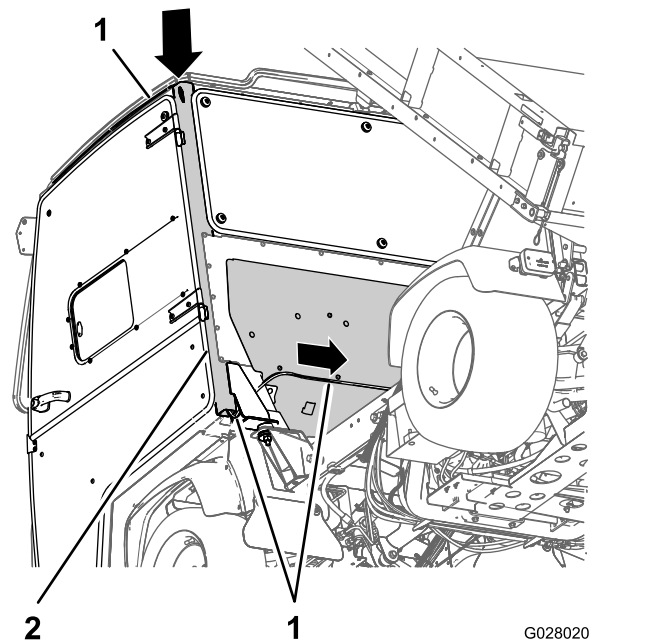

**Figuur 21**
1. Leid de slang naar de linkerkant van de dakconsole langs het afdichtingsrubber aan de voorkant van het cabineframe (Figuur 21).
2. Leid de slang naar achteren langs het linker framekanaal van de cabine (Figuur 21).